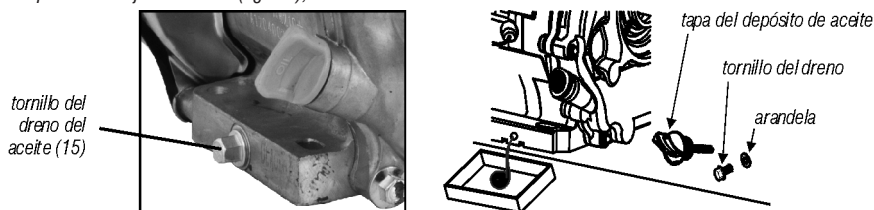

Fig. 11 - Cambio de aceite
- 4 – Retire la tapa de drenaje del cárter (fig. 11);